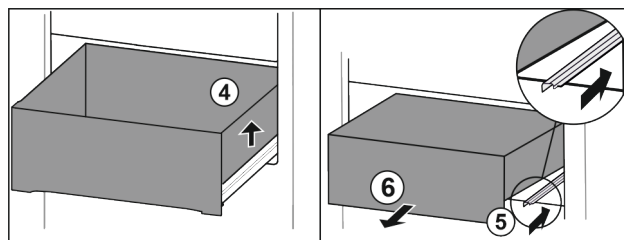

Fig. 106
- Nadzvedněte zásuvku vpravo. Fig. 106 (4)
- Zasuňte pravou kolejničku. Fig. 106 (5)
- Vyjměte zásuvku dopředu. Fig. 106 (6)